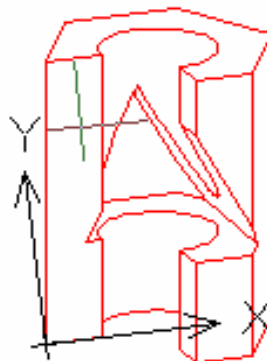
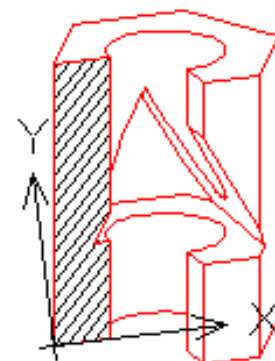

Рис. 5.61
Рис. 5.62
c) щёлкнуть точку внутри контура (рис. 5.61), **ОК** – результат на рис. 5.62.